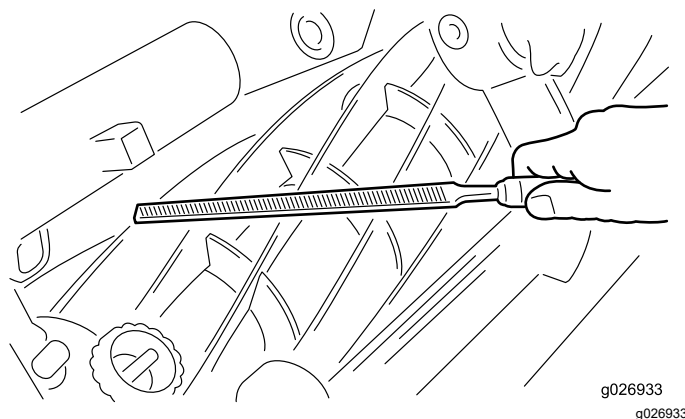

Figura 10
4. **Acertar num objeto estranho** – As extremidades de corte da lâmina e do cilindro podem ficar danificadas se acertarem num objeto estranho. Os danos, se não forem demasiado graves, podem ser reparados no local. Comece por desbastar os altos que existirem na lâmina e no cilindro (Figura 10). Utilize um martelo para endireitar as lâminas do cilindro que possam estar dobradas. Uma vez que a lâmina se costuma afastar do cilindro quando há impacto, a lâmina tem de ser ajustada; consulte Colocar a lâmina em paralelo com o cilindro.